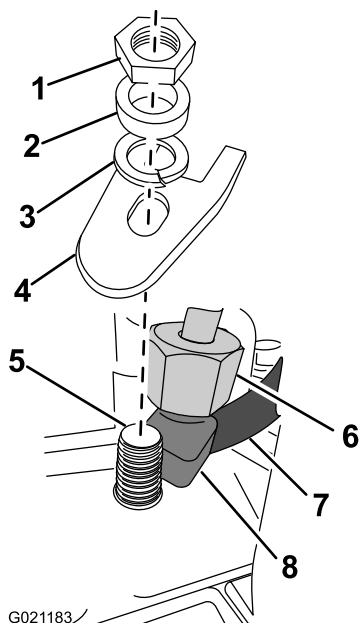

Figura 50
6. Afloje las tuercas de los tubos de ambos inyectores de combustible (Figura 49 y Figura 50).
8. Retire las tuercas de retención, las arandelas, las abrazaderas de freno y los dispositivos de sujeción que sujetan los inyectores de combustible a la culata (Figura 50).